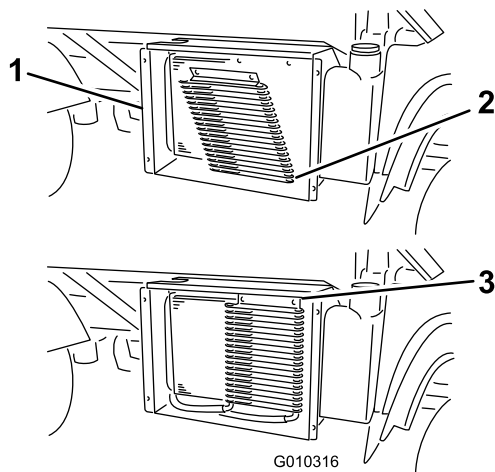

Bild 51
6. Drehen Sie die Riegel und den Ölkühler (falls vorhanden) vom Kühler weg (Bild 51).